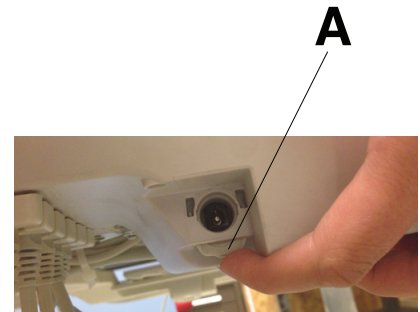

图 4 – 锁定或解锁电池电缆
2. 找到控制箱(图 4 )。
4. 按电池电缆锁将电池电缆锁定到控制箱 ( A ) ( 图 4 )。
3. 将电池控制电缆与控制箱 ( A ) 解锁 ( 图 4 )。